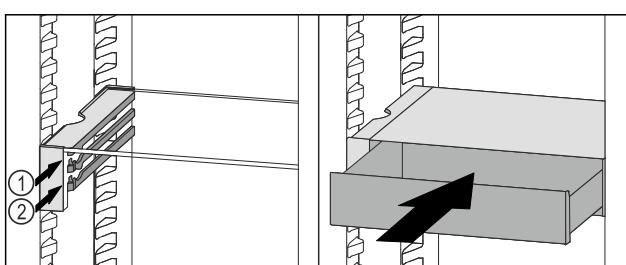

Fig. 85
- Așezați sertarul VarioSafe în spatele opritoarelor pe nervura dorită Fig. 85 (1) sau Fig. 85 (2).